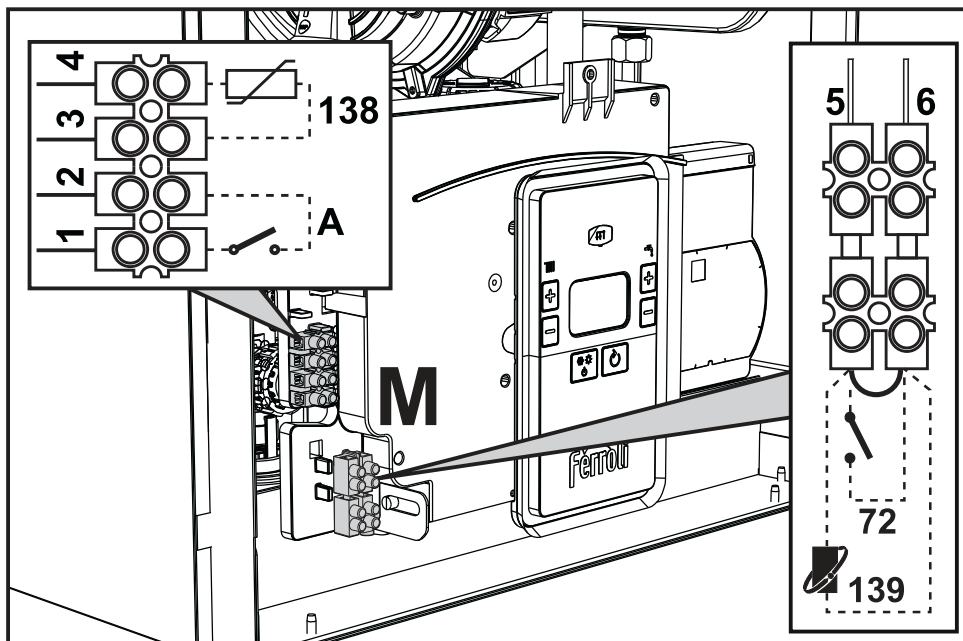
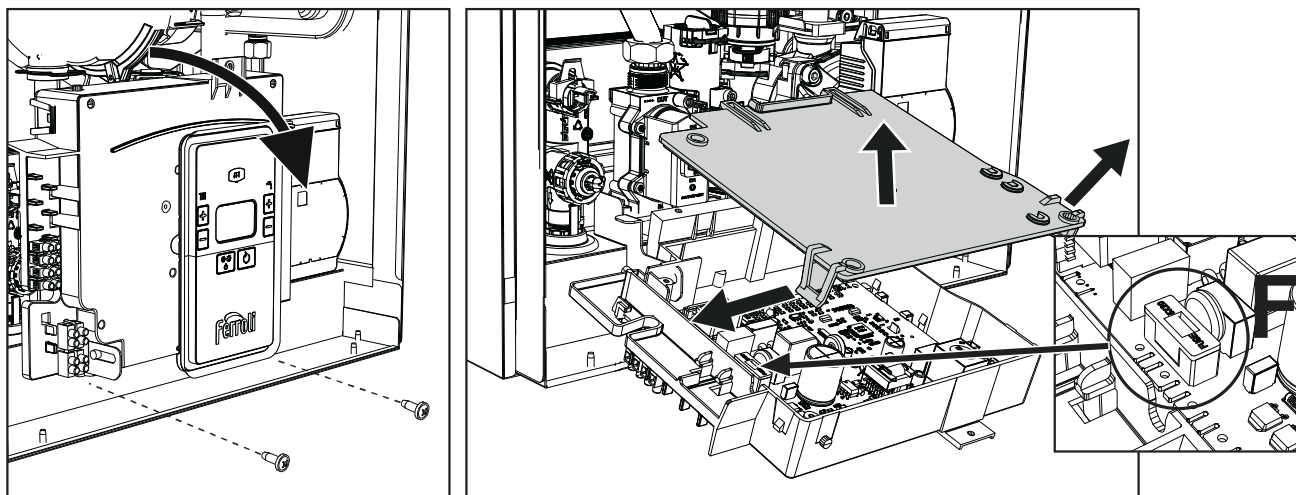

fig. 19
fig. 20
Nadat het voorpaneel is verwijderd (*** 'Openen van het voorpaneel' on page 111 ***), zijn de klemmenborden (M) en de zekering (F) toegankelijk door de onderstaande aanwijzingen te volgen (fig. 19 en fig. 20). **De klemmen die zijn aangegeven in fig. 20 moeten droge contacten zijn (niet 230V).** De plaats van de klemmen voor de verschillende aansluitingen staat ook vermeld in het schakelschema op fig. 39.
Configuratie ON/OFF-schakelaar (A fig. 20)